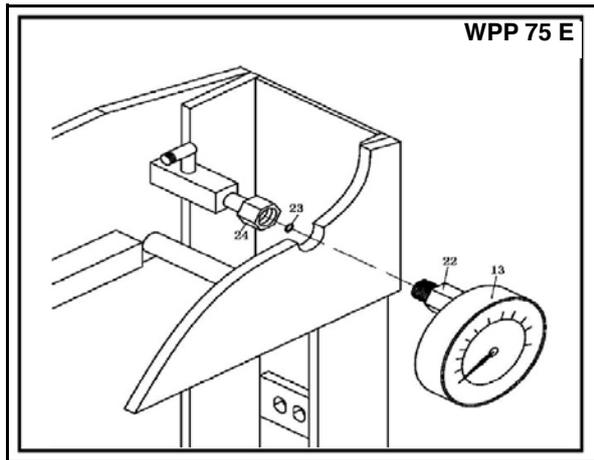
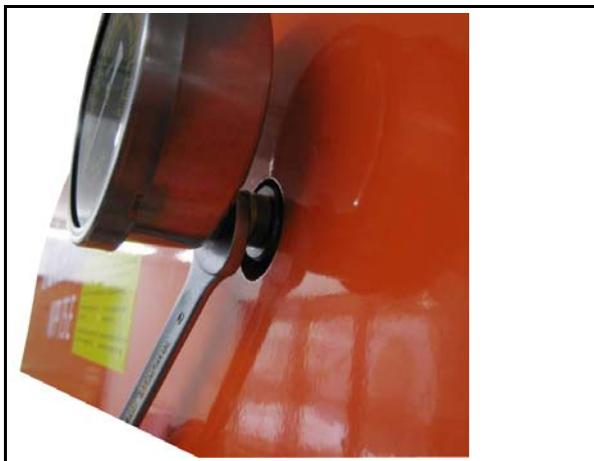

Abb. 9: Manometer montieren
Abb. 10: Manometer montieren
Schritt 2: Manometer und Dichtring am Verteiler fest anschrauben (siehe Abb. 9 und Abb. 10). Die Verbindung muss dicht sein, damit kein Öl auslaufen kann.